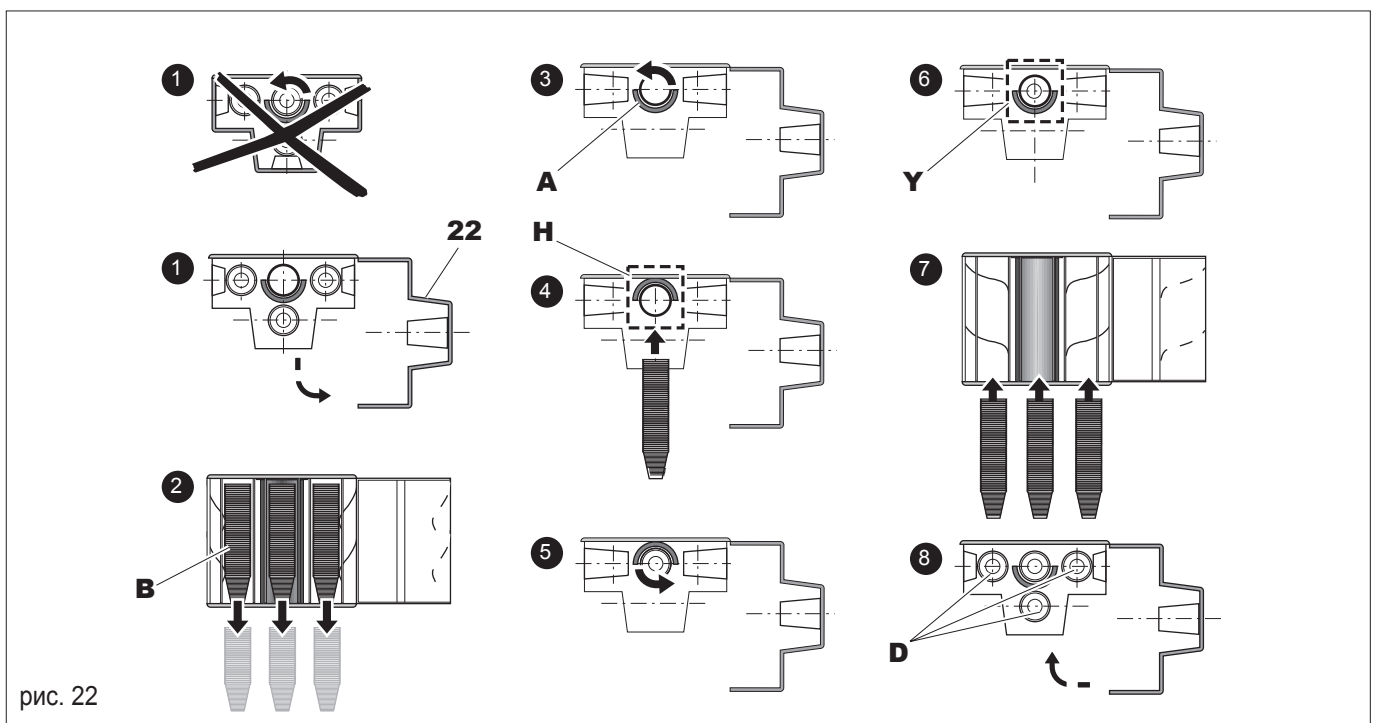

рис. 22
- Открыть дверцу диспенсера стаканчиков (22, рис. 22).
Запрещено вращать направляющую выдачи стаканчиков (1, рис. 22) с открытой дверцей диспенсера (22, рис. 1 и 22).
- Выньте стопки запасных стаканчиков (В, рис. 22).
- Приведите во вращение направляющую для выдачи стаканчиков (**A**, рис. 22), посредством нажатия кнопок **TS4** и **TS5** (рис. 8), пока полуцилиндр не окажется в положении **H** (рис. 22);
- Приведите во вращение направляющую (**A**, рис. 22), посредством нажатия кнопок **TS4** и **TS5** (рис. 8), пока полуцилиндр не будет в положении **Y** (рис. 22);
- Вставьте стопки стаканчиков в остальные пространства (**D**, рис. 22);